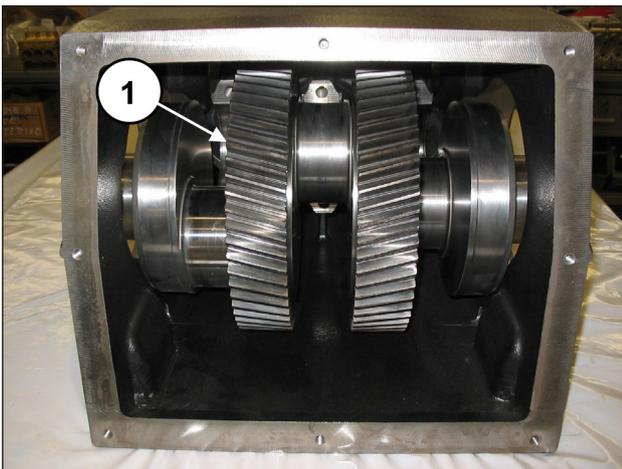

Abb. 51
**Achten Sie beim Einschieben der Kurbelwelle in das Gehäuse auf die Ausrichtung der Zahnkranzverzahnung lt. Abb. 51.**